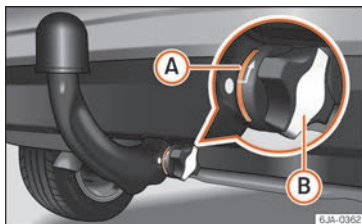

Fig. 238 Sujeción correcta de la barra de cabeza esférica.
- La marca roja (A) » fig. 238 en la ruedecilla manual señala hacia la marca blanca en la barra de cabeza esférica.
- La tapa (B) se ha colocado en la cerradura de la ruedecilla manual.